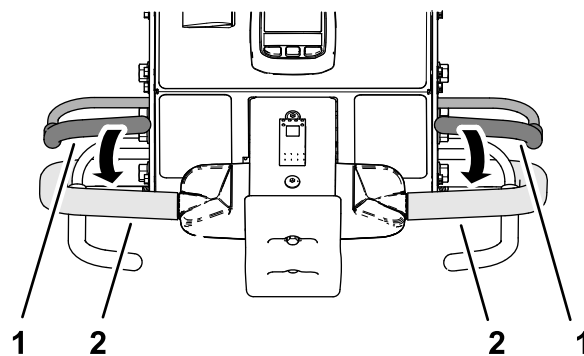

図 100
3. 左または右のハンドルバーとオペレータベイルをつかんで 図 100 ベイルを握り込む。